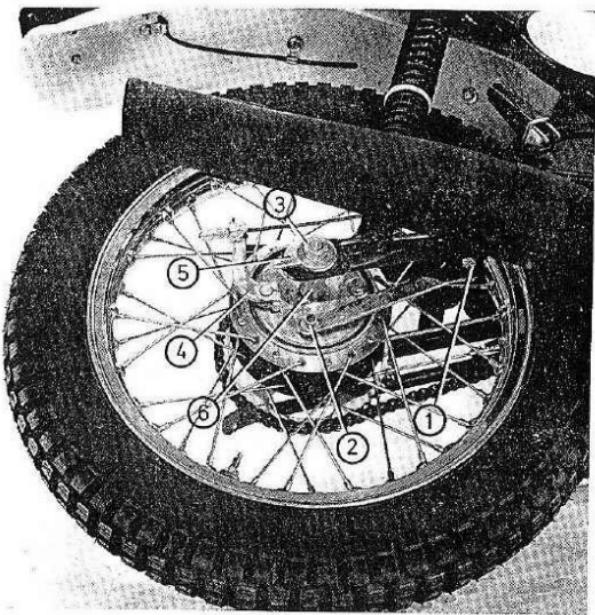

Fig. 21
Aflojar el eje de la rueda 3 (fig. 21 y anclaje 1.2). Actuar con las levas hasta conseguir la oscilación de 40 mm en la cadena, asegurándose de que se apoyan bien los asientos del basculante. Una vez todo apretado, comprobar que el tensado es correcto, puesto que si la cadena se dejaj excesivamente tirante puede dañar el eje y piñón de salida del cambio de velocidades.
Desserrer l'axe de la roue 3 (fig. 21, ancrage 1.2). Agir sur les cames jusqu'à obtenir l'oscillation de 40 mm de la chaîne, s'assurant que les assises du bras oscillant s'appuient bien. Une fois le tout resserré, s'assurer que la tension est correcte, car si la chaîne est trop tendue, elle peut endommager l'axe et le pignon de sortie de la boîte de vitesses.
Loosen the wheel axle 3 (fig. 21 and anchor plate 1.2). Rotate the cams until obtaining the 40 mm play in the chain, making sure that they seat properly against their flanges on the swinging arms. After all has been tightened, check that tension is correct, because if the chain is too tight, the engine shaft and sprocket may be damaged.
2. Desmontaje de la rueda trasera. Para ello soportar la máquina de manera que la rueda gire libremente. Desmontar el tirante anclaje del plato portazapatas 2 (fig. 21) aflojando previamente su fijación a la basculante 1. Soltar el cable del freno, presionando sobre la palanca 4.
2. Démontage de la roue arrière. Placer la machine sur un support de façon à ce que la roue tourne librement. Démonter la bride d'ancrage du plateau porte-garnitures 2 (fig. 21), en desserrant au préalable sa fixation au bras oscillant 1. Détacher le câble du frein en desserrant l'écrou du levier 4.
2. Removing the Rear Wheel. Support the frame so that the rear wheel is off the ground. Remove the anchor plate from the backing plate 2 (fig. 21) previously loosening its attachment to the swinging arm 1. Remove the brake rod loosening the brake lever adjuster 4.